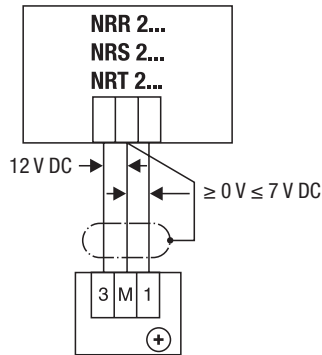

Fig. 14
1. Prüfen Sie, ob die Systeme NRG 21-11 und NRG 21-51 gemäß dem Anschlussplan verdrahtet sind. **Fig. 14**